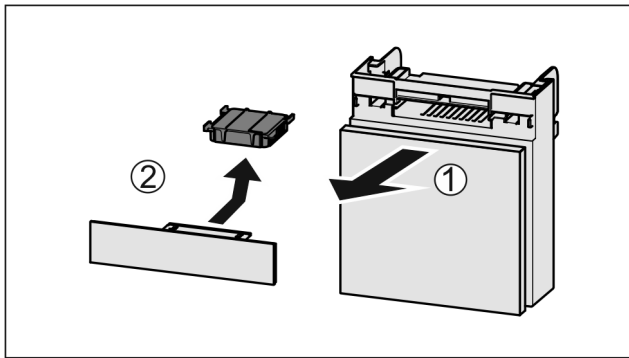

Fig. 119
- ▶ Fach nach vorne herausziehen Fig. 119 (1).
- ▶ Aktivkohlefilter entnehmen Fig. 119 (2).